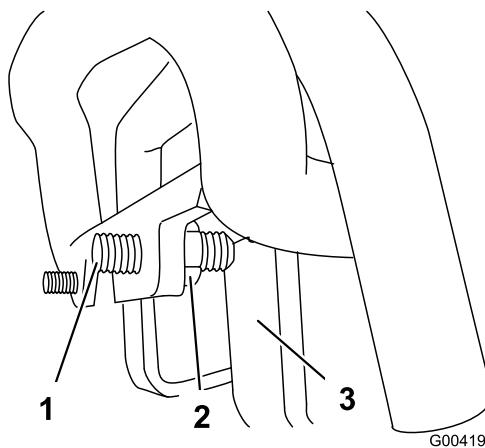

図 58
3. マシンが **左**にずれていく場合には、走行コントロール前部にある走行固定ねじを固定している**右側**のジャムナットをゆるめて固定ねじの調整を行う 図 58。
4. マシンが**右**にずれていく場合には、走行コントロール前部にある走行固定ねじを固定している**左側**のジャムナットをゆるめて固定ねじの調整を行う 図 58。